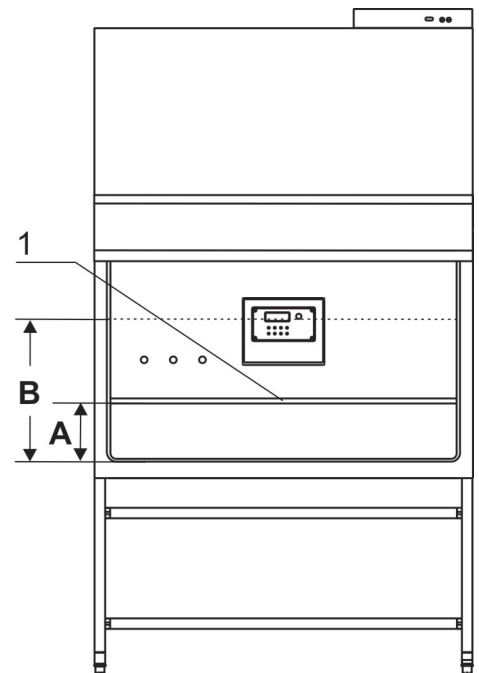

Abb. 6b
**Abb. 6b:** Die elektrisch verfahrbare Frontscheibe [1] aus Mehrscheiben-Sicherheitsglas ist in den Rahmen der Frontklappe integriert. Sie kann auf eine maximale Öffnungshöhe **B** (480 mm) hochgefahren werden. Für den Zugang zum Probenraum während des Arbeitsprozesses muss die Frontscheibe in die Arbeitsposition mit der Öffnungshöhe **A** (200 mm) gefahren werden.